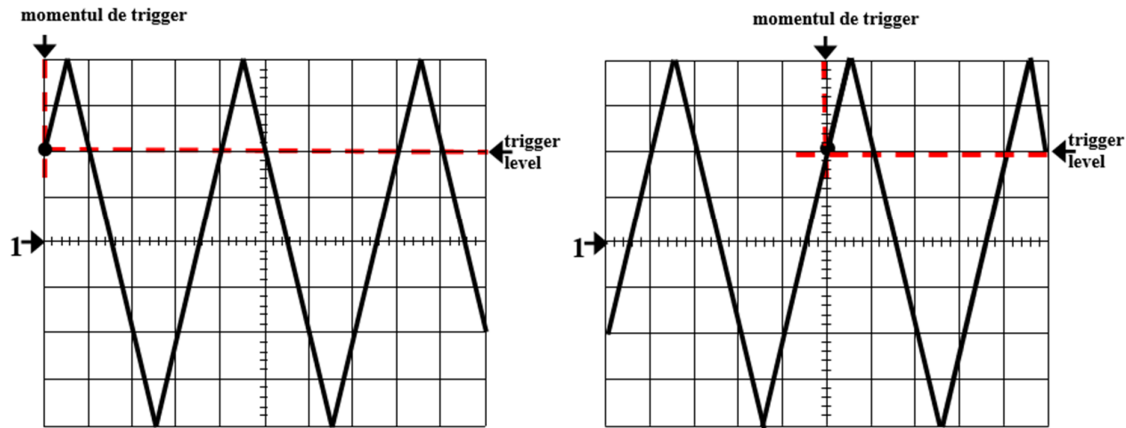

Figura 4 Influența modificării poziției unde acționează triggerul asupra imaginii – **intersecție** între cele 2 linii punctare și semnal.
În Figura 4 este ilustrată influența pe care o au reglajele pentru nivelul de trigger și momentul de trigger asupra imaginii afișate pe ecran. Se observă că semnalul trece întotdeauna prin **punctul de intersecție** între **dreapta orizontală** care corespunde nivelului de trigger (tensiunii de prag de sincronizare) și **dreapta verticală** care corespunde momentului pe axa timpului unde acționează triggerul. S-a presupus că frontul de sincronizare (Slope) este crescător (valoarea *rising* din meniul de sincronizare, **TRIG MENU** → **Slope** → **Rising**).
a) situația cu *holdoff*: timpul de *holdoff* se alege ca în figura 4 (de la sfârșitul imaginii până puțin peste momentul 4 – nu contează exact cât, contează să fie **după momentul 4**, dar **înainte de 5**). În timpul de *holdoff*, osciloscopul nu începe o nouă afișare, deci impulsul 4 nu va genera un trigger și noua imagine va începe cu momentul 5, fiind identică cu prima. Suprapunerea a 2 imagini identice face să se vadă o singură imagine stabilă.